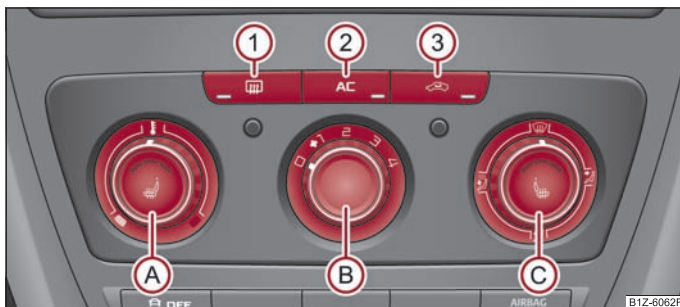

Fig. 82 Climatic: Elementos de mando
La refrigeración funciona sólo si se pulsa la tecla  (AC) → página 73, fig. 82  y se cumplen las siguientes condiciones:
- Gire el regulador giratorio (A) ⇒ fig. 82 hacia la derecha para aumentar la temperatura.
- Gire el regulador giratorio (A) hacia la izquierda para bajar la temperatura.
- Pulsar la tecla  (2) ⇒ página 73, fig. 82. En la tecla se encenderá el testigo de control.
- Pulse la tecla   ⇒ página 73, fig. 82, en la tecla se encenderá el testigo.
Si el regulador distribuidor de aire  se encuentra en la posición  ⇒ página 73, fig. 82, el servicio de aire circulante se desconectará automáticamente. Pulsando repetidamente la tecla , puede volver a conectar el servicio de aire de circulación también en esta posición.